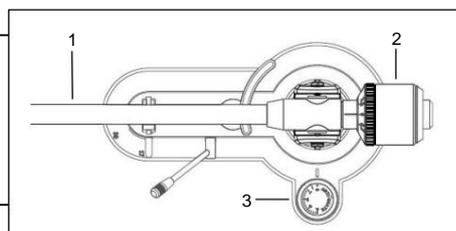

fig. 3
5. Ruotare la manopola anti-skating (3) su "0" (fig. 3).
6. Ruotare il contrappeso (2) indietro o in avanti finché il braccio non raggiunge un equilibrio orizzontale.
8. (Foto 4) Tenere il contrappeso (1) in posizione mentre si gira il quadrante della forza di tracciamento (2) su "0" (posizione ore 12).